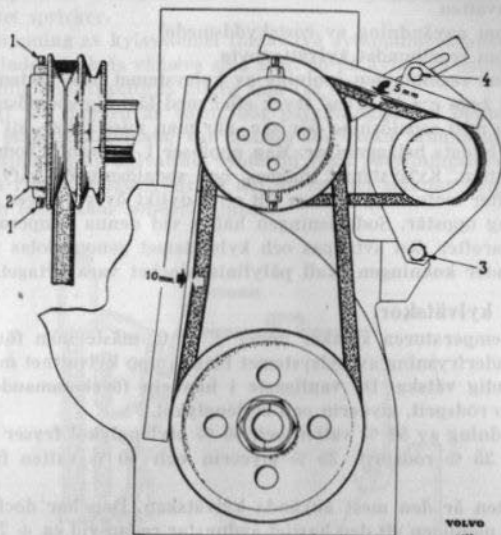

Bild 29. Justering av fläktrem.
Remmen mellan vevaxeln och fläktaxeln spännes genom att de två skruvarna (1) lossas och den därigenom frigjorda yttre remskivehalven (2) skruvas på axeln. Vid riktig inställning skall remmen kunna tryckas in c:a 10 mm mitt mellan remskivorna (se bild 29).